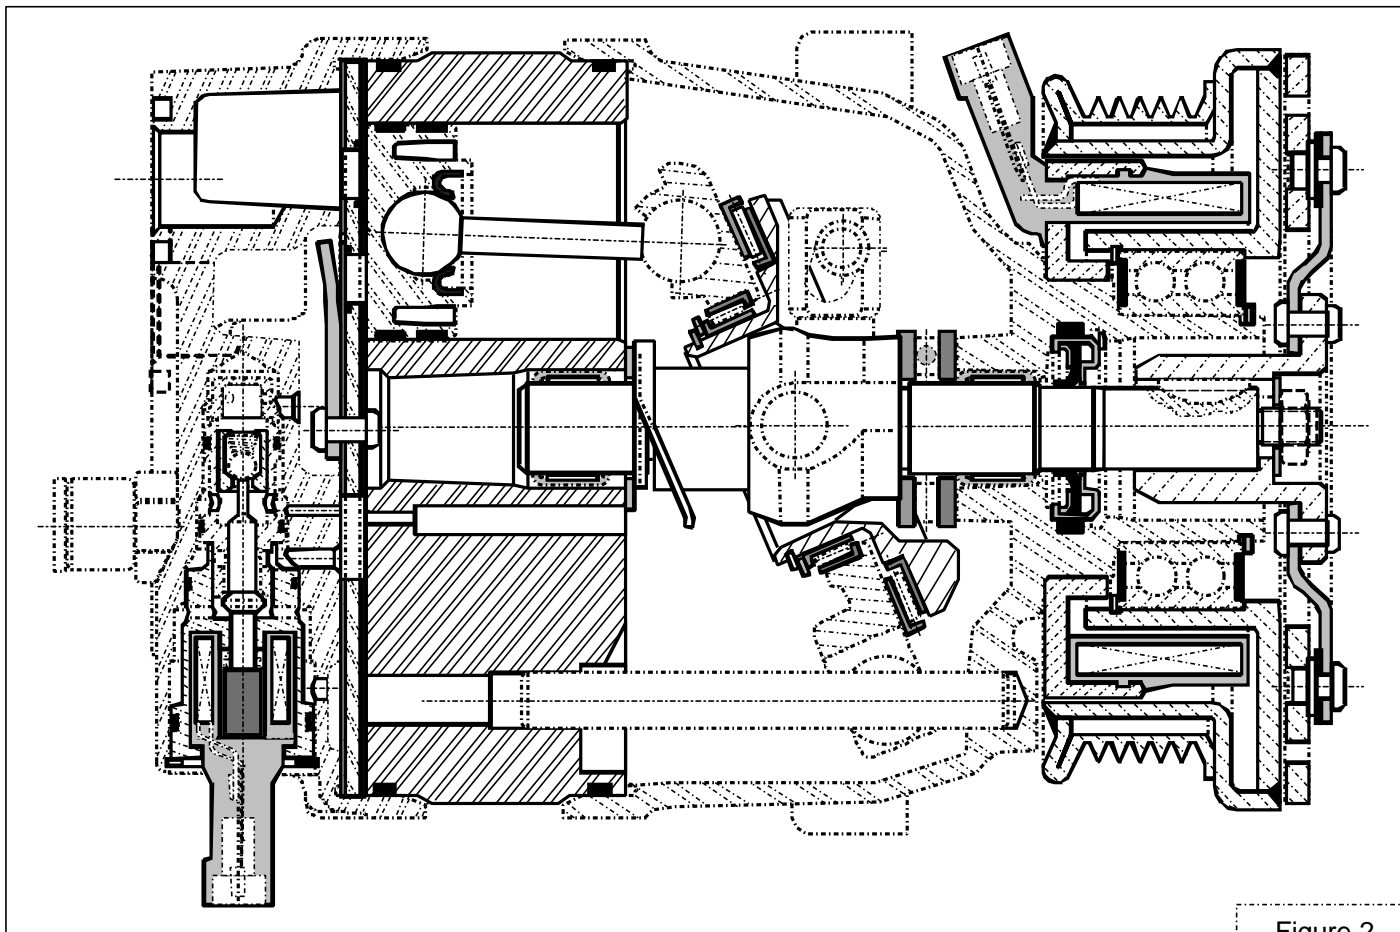

Figure 2
- Sur la « figure 2 » ci-dessous, coter les grandeurs permettant de calculer la cylindrée unitaire maximum du compresseur (faites apparaître tous vos tracés).